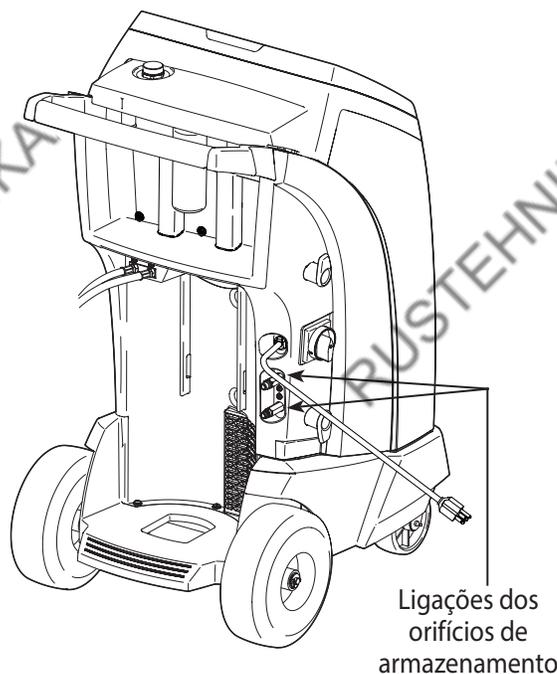

Figura 5
2. Ligue as mangueiras de serviço às ligações dos orifícios de armazenamento da máquina, como ilustrado na Figura 5.